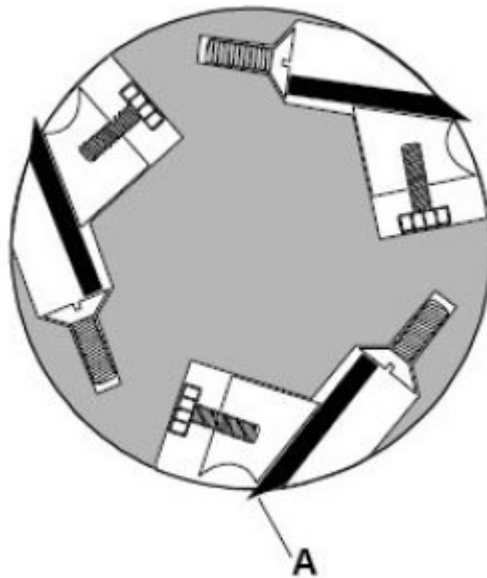

Bild 14
2. Vrid skärhuvudet så att ett av knivbladen (A, Fig. 14) är i läget klockan 6.